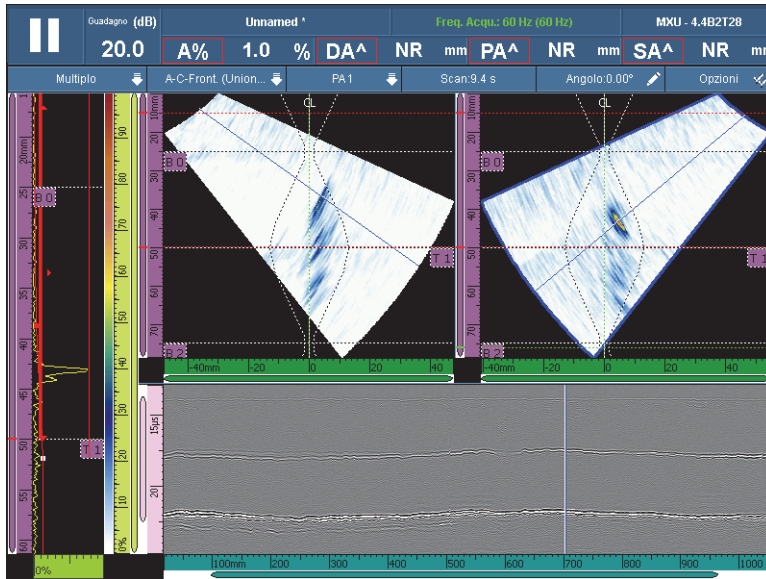

Figura 6-2 Un esempio di layout PA-UT Weld (A-B-S)
- (1) Se necessario, inserire l'appropriato numero di elementi nei parametri **Pulsatore e Ricevitore**.
- (2) Selezionare **Avanti**.
8. Selezionare il layout appropriato nella sezione Layout della barra del titolo (vedere Figura 6-2 a pagina 178).